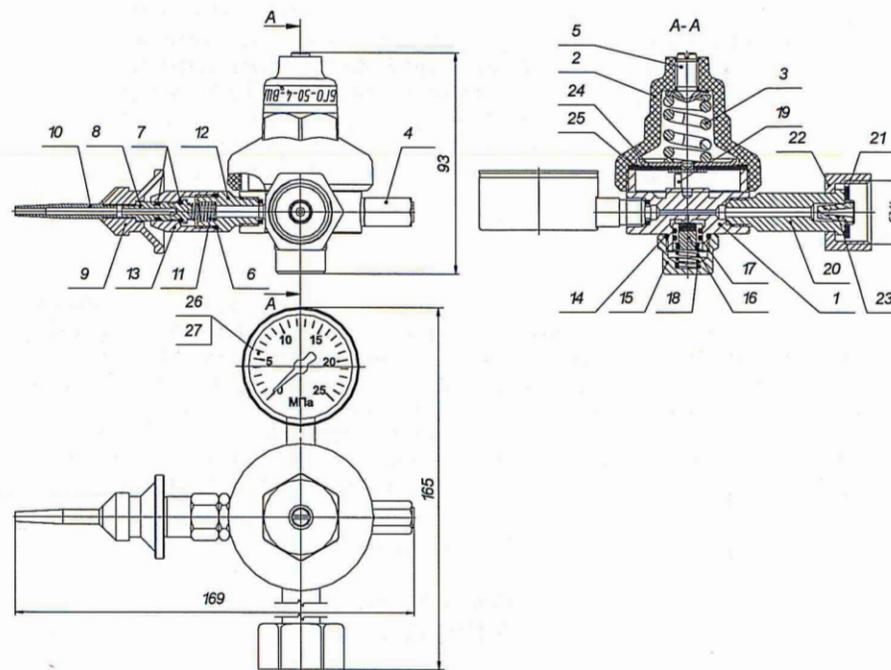

Рис. 1. Редуктор баллонный гелиевый одноступенчатый типа БГО-50-4-ВШ.
- Наибольшее давление газа на входе, МПа (кгс/см2) 20 (200)
- Наибольшее давление срабатывания ПК предохранительного клапана, МПа (кгс/см2) 0,8 (8)
- Габаритные размеры, мм, не более 139x134x85 (см. рис.1)
Устройство редуктора и присоединительные размеры приведены на рис. 1.